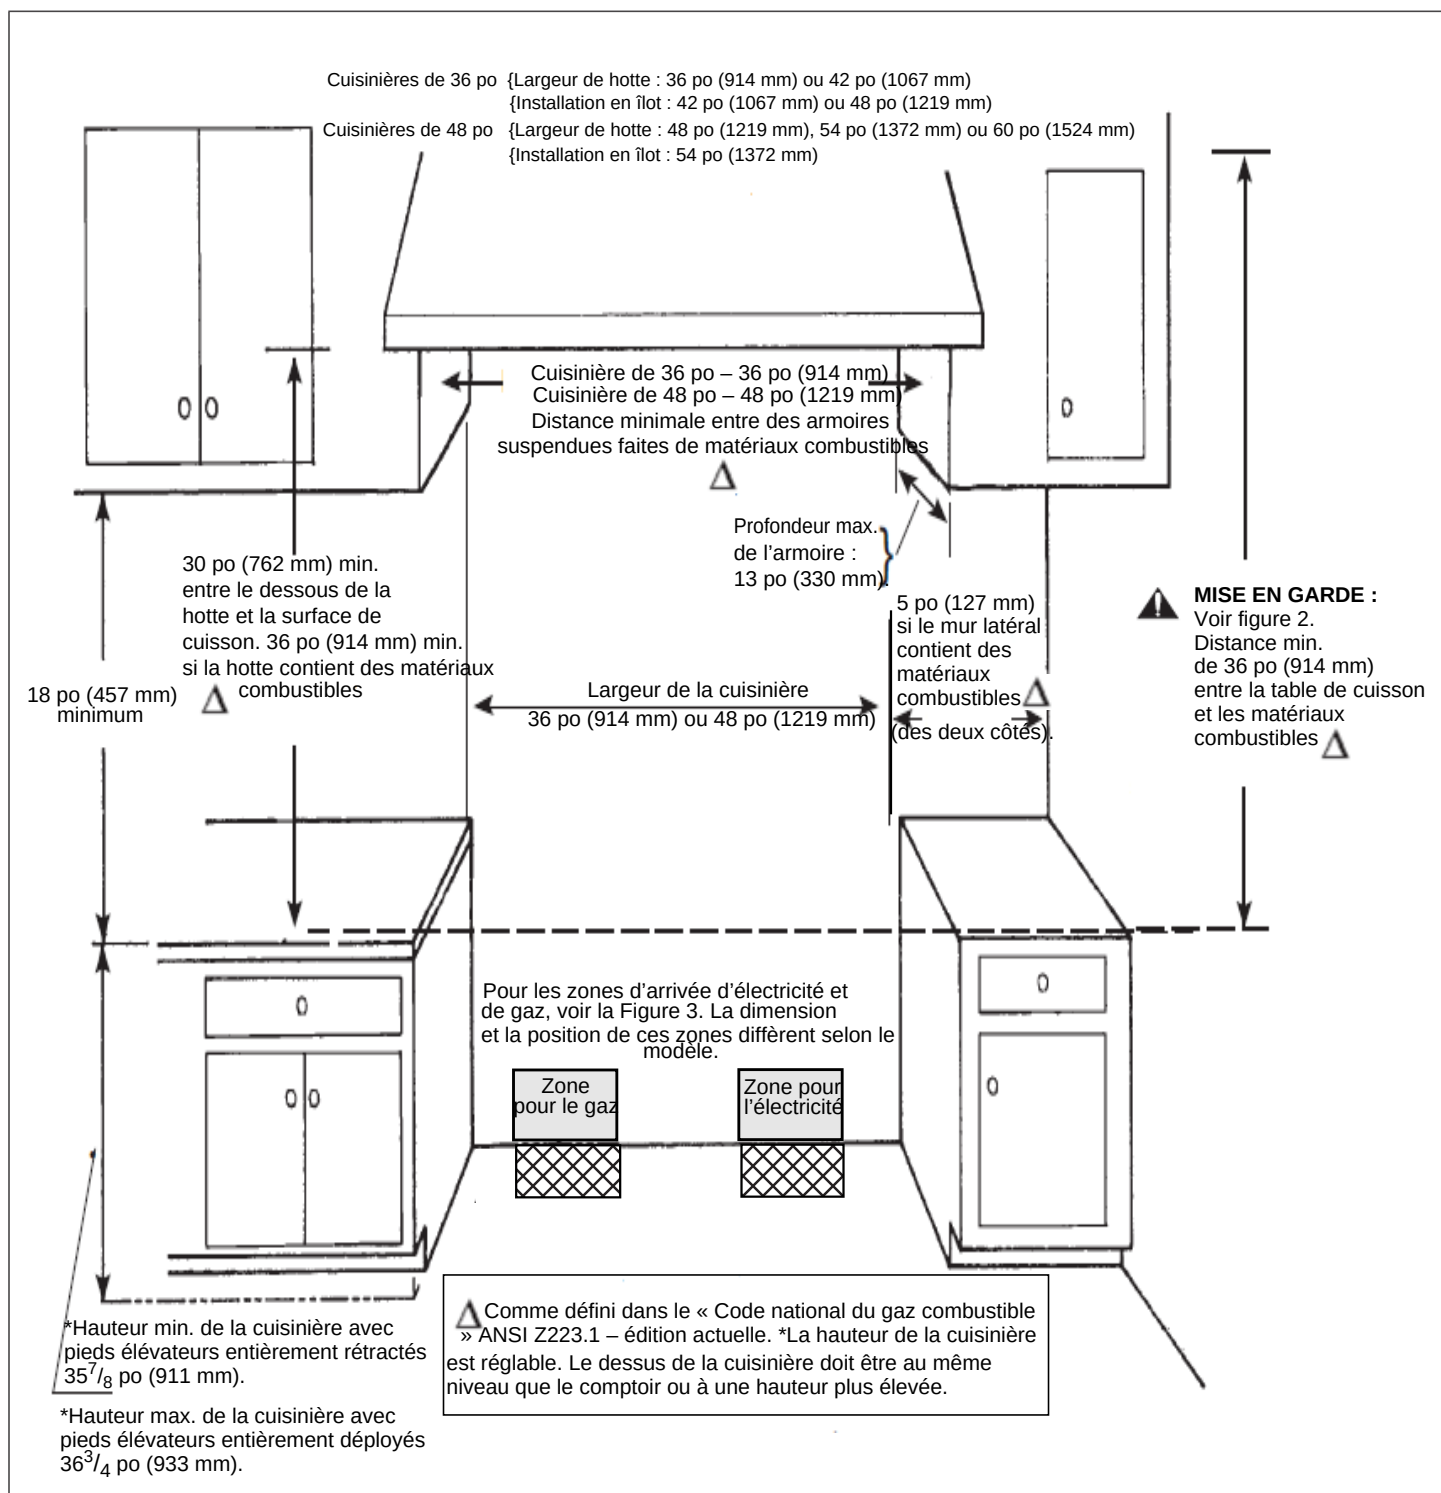

FIGURE 1: Espace libre – Armoires
- Pour une évacuation accrue de la fumée, la bordure inférieure de la hotte doit se trouver à 30 po (762 mm) au-dessus de la table de cuisson. Utilisez un espace libre d'au moins 36 po (914 mm) si des éléments combustibles, comme des panneaux en bois, se trouvent dans la hotte (Figure 1).
- La cuisinière est un appareil monobloc. Les espaces libres requis pour les cuisinières installées entre deux armoires sont indiqués à la Figure 1. Les mêmes espaces libres s'appliquent aux installations en îlot, sauf pour les armoires suspendues, où il doit y avoir suffisamment d'espace pour une hotte de style îlot avec un rebord (également illustré sur la Figure 1).